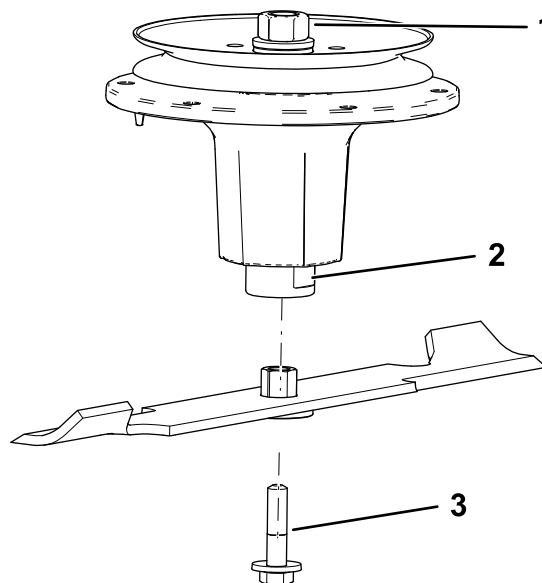

Bild 83
2. Montieren Sie die Buchsen-/Messerbaugruppe auf der Spindelwelle (**Bild 83**).